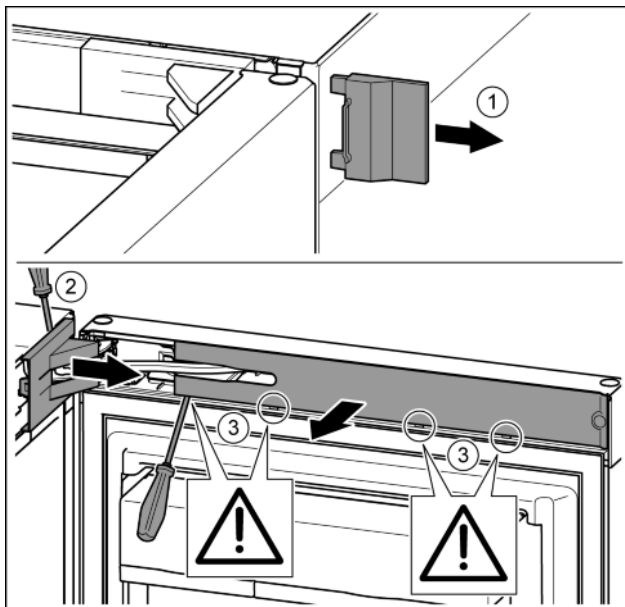

Fig. 8
- Свалете външния капак. Fig. 8 (1)
- Освободете капака на лагерната стойка с помощта на отвертка и го отвийте. Свалете капака на лагерната стойка. Fig. 8 (2)
- Освободете капачката с плоска отвертка и я завъртете настрана. Fig. 8 (3)